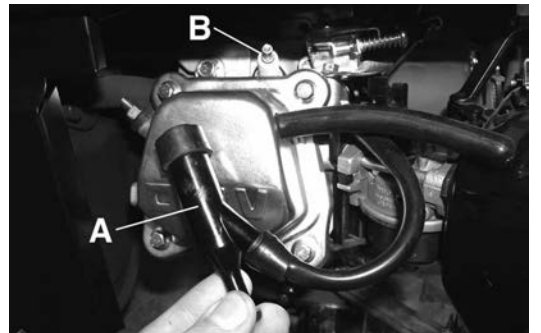

Figure 9
- 1) Tirez et retirez le fil et capuchon de la bougie (A) Fig.9, ceci vous donnera accès à la bougie (B). En utilisant la clé de déblocage de la bougie fournie, dévissez et retirez la bougie en la tournant dans le sens anti-horaire.